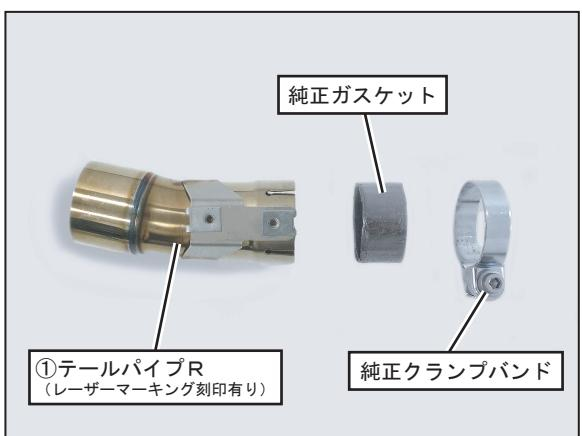

FIG. 2
4. ①テールパイプR前側に新品の純正ガスケットと純正クランプバンドを取り付けて下さい。(FIG. 2 参照)